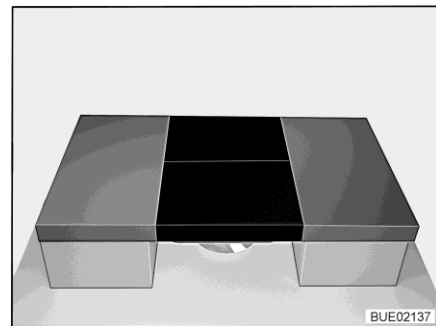

Bild 166 Nach dem Umbau
- Zwei Zusatzpolster auf den Tisch legen (siehe Bild 166).